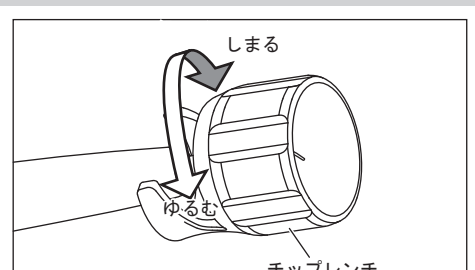

図5
- 2) チップの上からチップ交換レンチの穴を通して、チップの四角の部分に合わせて差し込みます。次にチップ交換レンチを締め付け、「カチッ、カチッ」と空回りするまで締め付けます。(図5)
取り外すときは、ゆるむ方向へ回します。(図5)